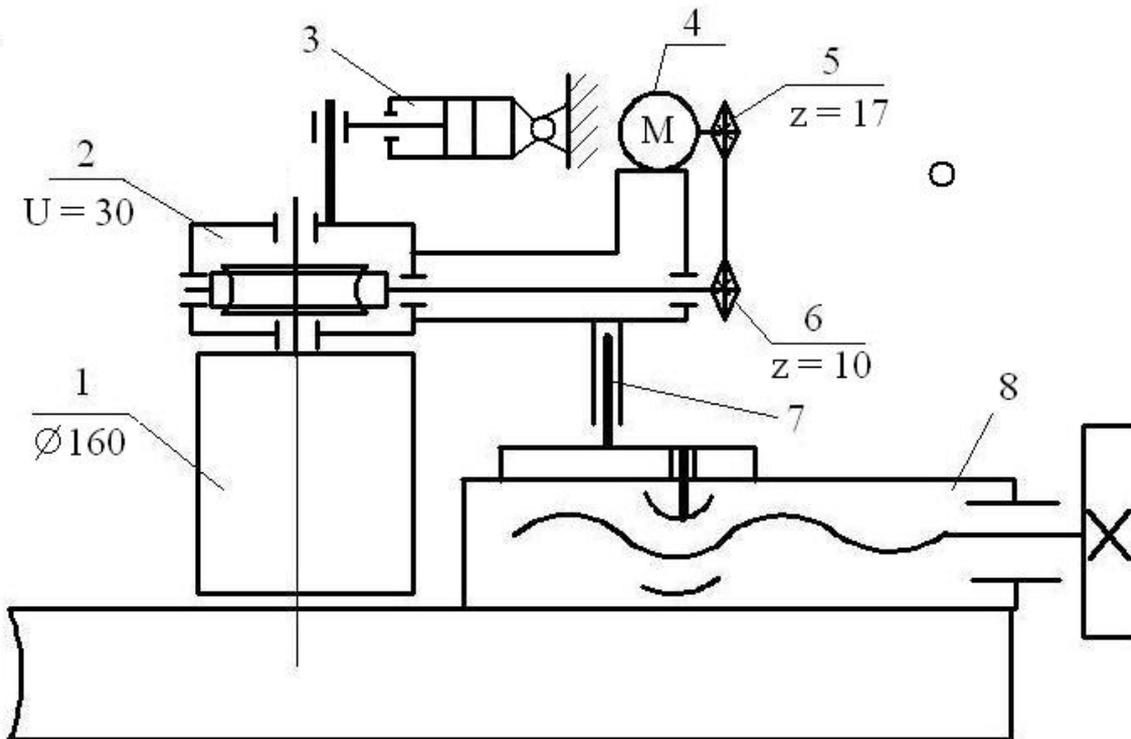

Рис. 2. Кинематическая схема автоподатчика станка
Автоподатчик установлен на столе станка и смонтирован на ползуне суппорта 8 (рис. 2). Ползун может перемещаться при настройке станка с помощью маховичка и пары винт-гайка. На вертикальной оси 7 ползуна с возможностью поворота установлен корпус автоподатчика. На корпусе смонтирован электродвигатель 4, соединенный цепной передачей с червячным редуктором 2, на валу червячного колеса которого установлен подающий валец 1. Подающий валец прижимается к распиливаемой заготовке пневмоцилиндром 3.
4. Определите скорость подачи станка при условии, что частота вращения электродвигателя 4 (рис. 2) $n = 1000 \text{ мин}^{-1}$.